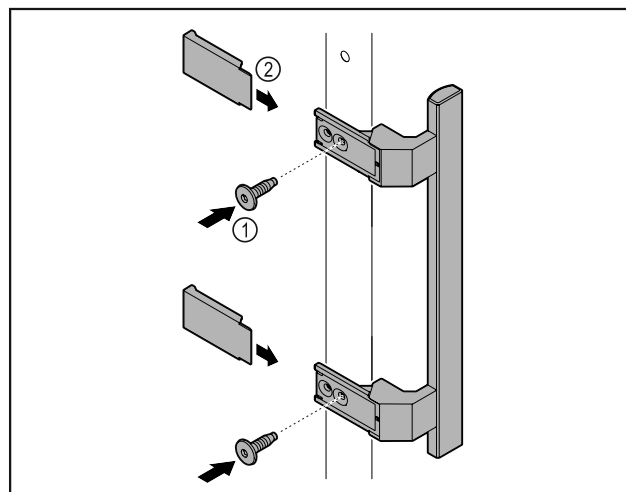

Fig. 5
- ▶ Монтирайте дръжката от пакета с принадлежности с приложените винтове Fig. 5 (1) на вратата.
- ▶ Нахлузете капака Fig. 5 (2).